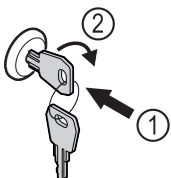

Fig. 171 Ilustrační zobrazení
- ▶ Klíč zasuňte dovnitř Fig. 171 (1).
- ▶ Otáčejte klíčem o 90° ve směru hodinových ručiček Fig. 171 (2).